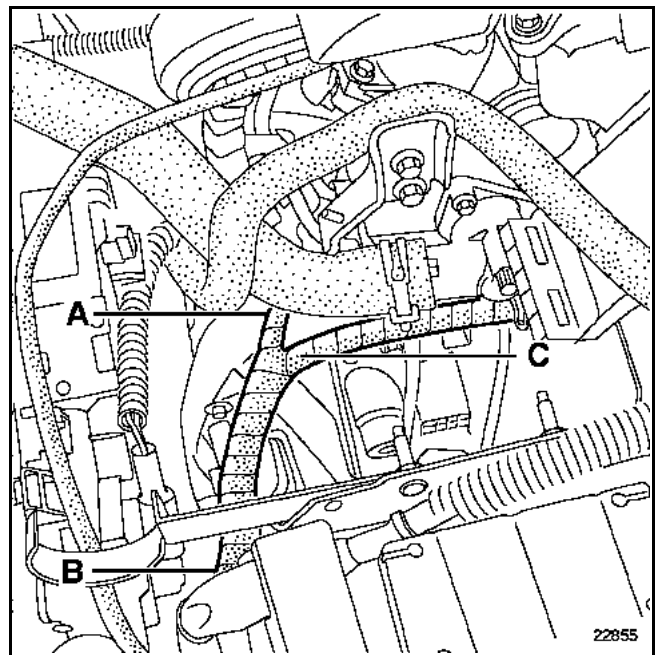

Abb. 1
- Diesen über den Kabelstrang zwischen Punkt (A) (**Abb. 1**) - vom Nebenanschluss des Kabelstrangs an Plus Batterie - und Punkt (B) (**Abb. 1**) - zum Nebenanschluss des Kabelstrangs von Anlasser und Generator - stülpen.
- Den Kabelschlauch so einschneiden, dass eine Abzweigung zum Schutz des Nebenanschlusses des Kabelstrangs der elektrischen Drosselklappe (C) (**Abb. 1**) vorgenommen werden kann.